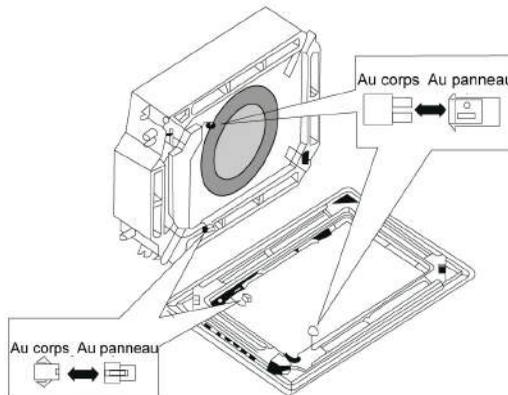

Fig.37
- (4). Connectez les câbles du moteur du volet orientable comme indiqué dans la Fig.37.